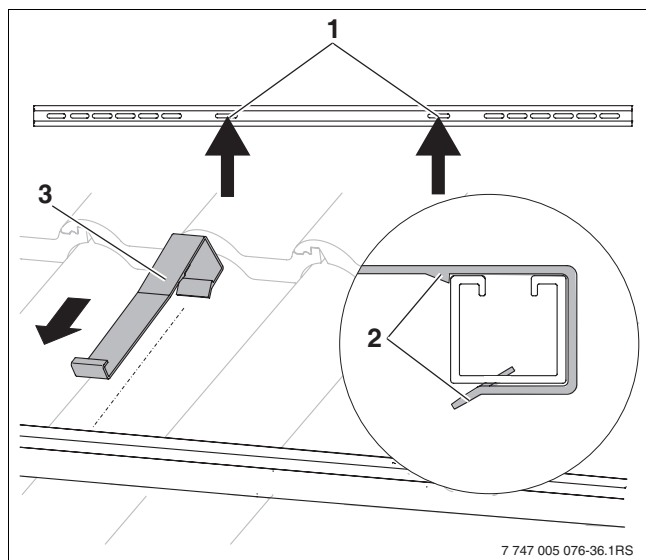

Fig. 44 Enganchar protección antideslizante
- Deslizar las protecciones antideslizantes (Fig. 44, (3)) en los agujeros alargados interiores correspondientes (1) desde fuera sobre los perfiles hasta que encajen (2).